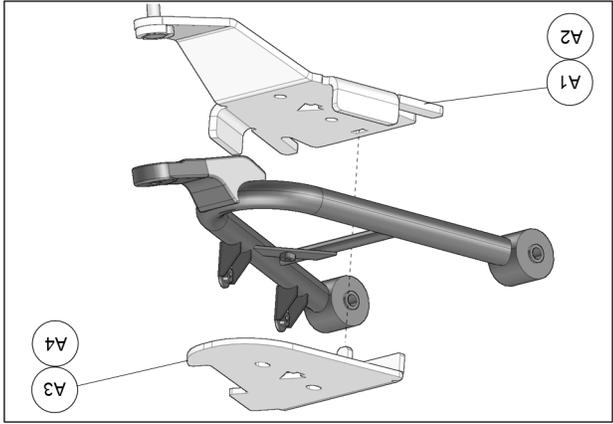

Fig. 17
5. Positionner la partie inférieure de l'ancrage anti-rotation (A1-A2) sous le bras de suspension inférieur. Positionner la partie supérieure (A3-A4) au-dessus du bras de suspension et insérer le tenon de la partie pliée dans le trou rectangulaire de la partie inférieure. Voir la Fig. 17